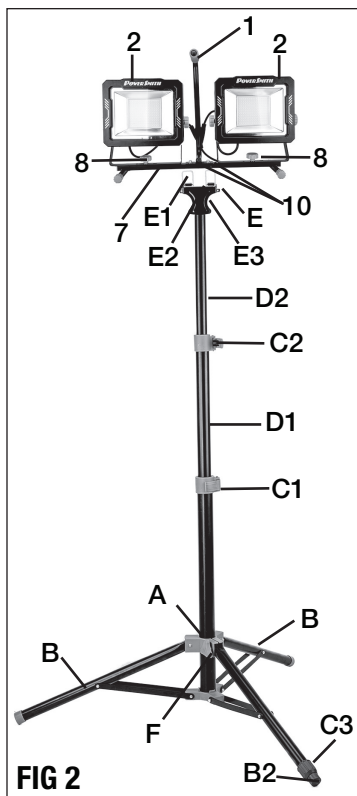

FIG 2
RÉGLAGE DU TRIPODE (FIG. 2)
FIXATION DE LA POIGNÉE DE TRANSPORT AU PIED (FIG. 2)
1. Placer la poignée de transport (1) à la verticale sur le pied (7).
2. Utilisez deux vis à tête hexagonale (10), des rondelles plates et des rondelles grower pour fixer la poignée sur le pied comme montré à la figure 2.
FIXATION DES TÊTES DE LA LAMPE DE TRAVAIL AU PIED (FIG. 2, 3)
1. Placer le pied (7) sur une surface plane.
2. Se servir des boutons de verrouillage (8), de rondelles plates et à ressort pour fixer les deux têtes de la lampe de travail aux côtés du pied comme montré à la figure 2.
FIXATION DE LA LAMPE DE TRAVAIL AU TRIPODE (FIG. 2, 4)